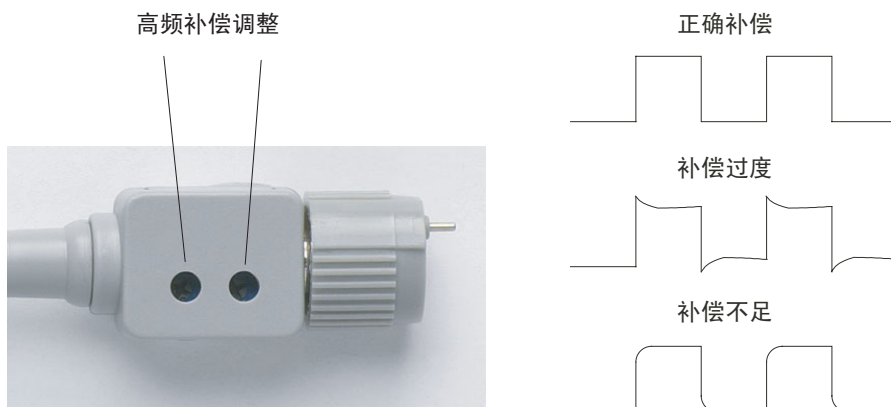

图 5 高频探头补偿
- 4 如果波形不像图 5 中显示的正确补偿的波形那样，则使用非金属工具调节探头上两个高频补偿调整以获得尽可能平坦的方波。